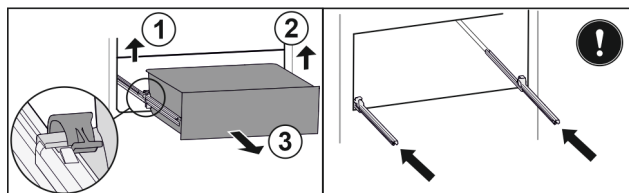

Fig. 109
- ▶ Nadvihnite ľavú svorku a súčasne ťahajte zásuvku vľavo dopredu. Fig. 109 (1)
- ▶ Nadvihnite pravú svorku a súčasne ťahajte zásuvku vpravo dopredu. Fig. 109 (2)
- ▶ Odoberte zásuvku dopredu. Fig. 109 (3)